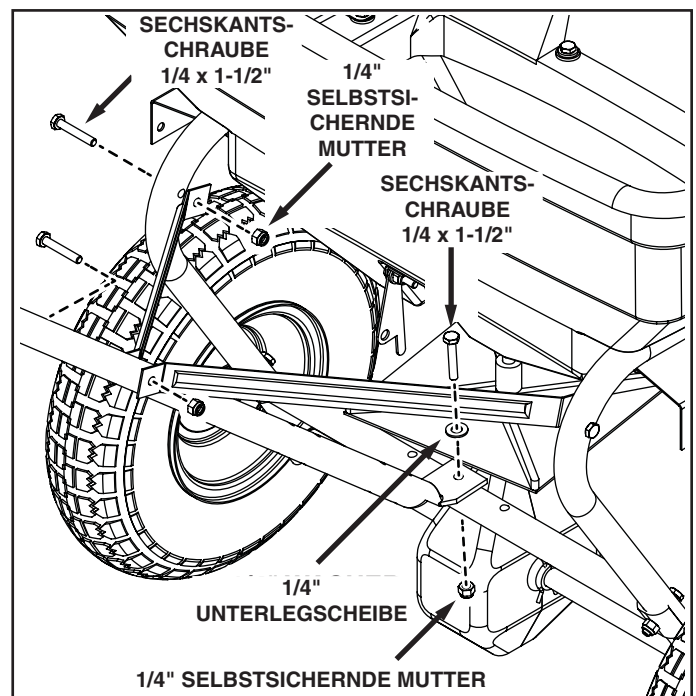

ABBILDUNG 4
11. **Ziehen Sie** alle Muttern und Schrauben in derselben Reihenfolge fest, wie Sie sie in den Schritten 8 bis 11 montiert haben. Siehe Abbildung 4.